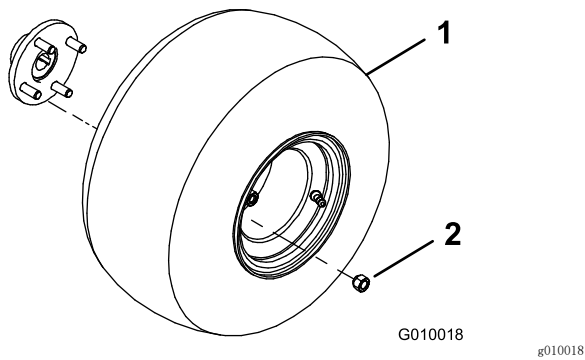

图 3
2. 将车轮总成安装到各个后轮轮毂（图 3）。
3. 安装车轮螺母（图 3），并上紧扭矩至 61~75N•m。